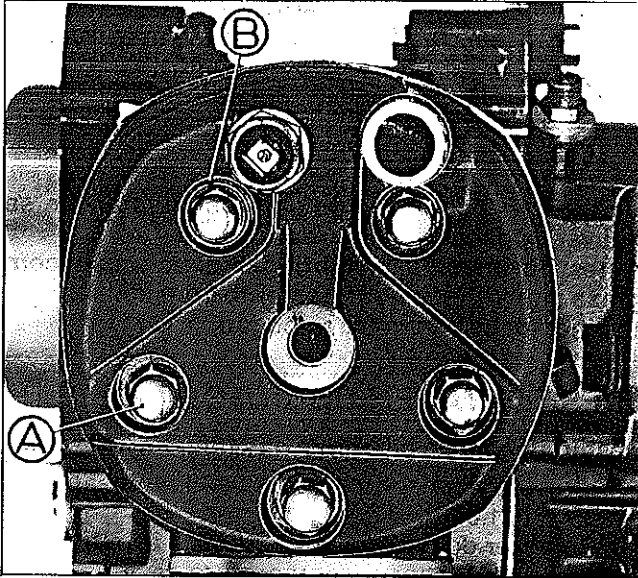

FIG. M3 - A. PORCA FIXAÇÃO DO CABEÇOTE B. ARRUELA DE VEDAÇÃO
9. Remover as porcas que fixam o cabeçote (tampa do cilindro) e retirá-lo. Figura M3.